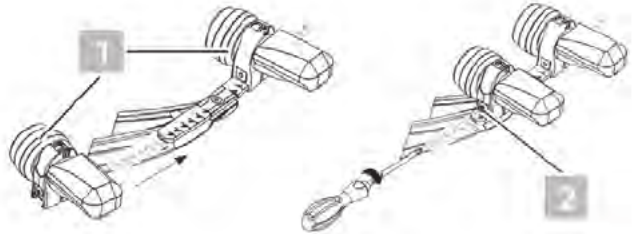

Bild 5: Speiseeinheiten an der Multifeedplatte montieren
1. Schieben Sie die mit den Aufnahmen verbundenen Speisesysteme [1] jeweils auf die Multifeedplatte (siehe Pfeilrichtung, Bild 5).
3. Wenn die gewünschte Stellung erreicht ist, ziehen Sie die Schraube [2] (siehe Bild 5) an der Aufnahme fest.